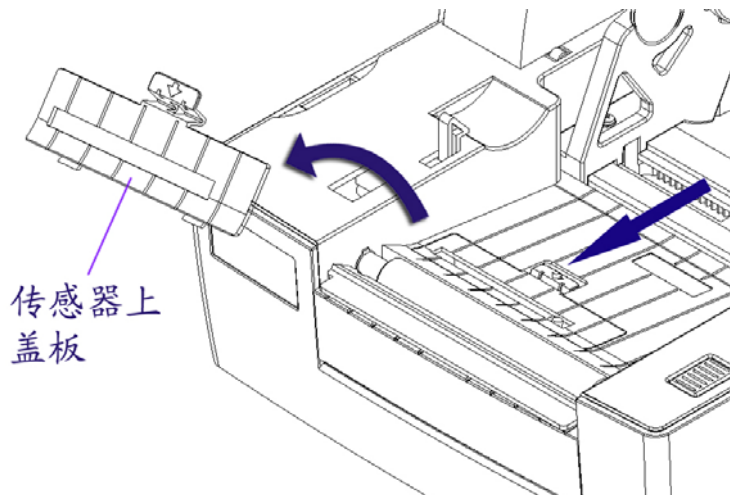

图 6.2-1
- 2) 按照传感器上盖板上的箭头方向扳动扳手，然后翻转取下传感器上盖板（见图 6.2-1）；